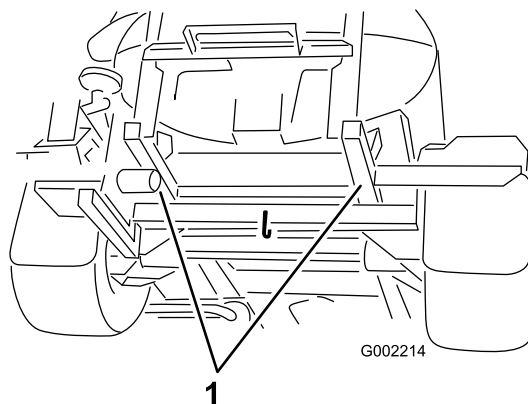
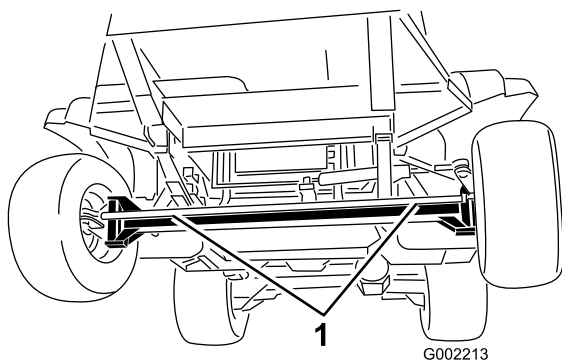

図 27
図 26
2. 牽引ロープを取り付ける。車両前後のロープ掛けポイントについては図 26 と 図 27 を参照。